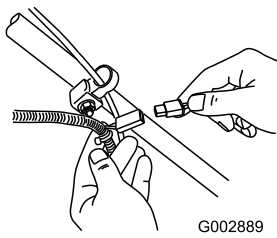

Figure 36
1. Branchez le chargeur au faisceau de câblage de la tondeuse situé sous la clé de contact (Figure 36).